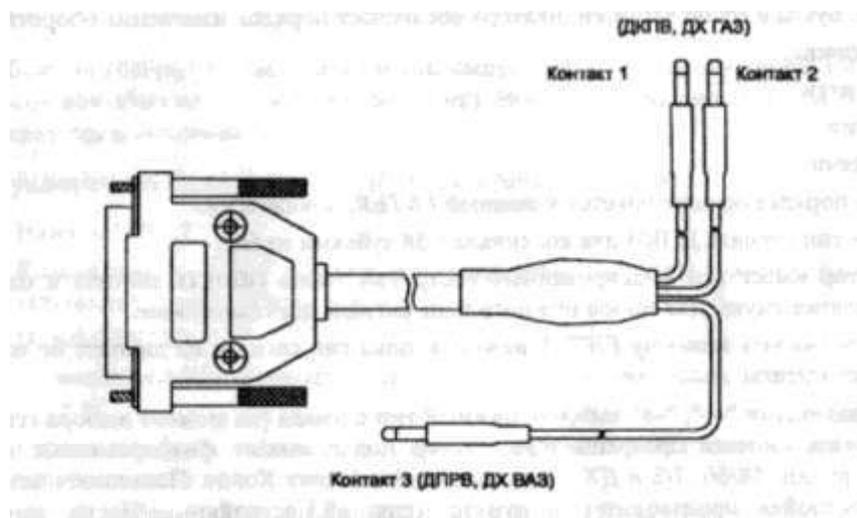

Рисунок 16.3 - Кабель для имитации сигналов ДПКВ, ДПРВ и ДХ
2. Подсоединить к тестеру кабель для имитации сигналов ДПКВ, ДПРВ и ДХ (см. рис. 16.3).